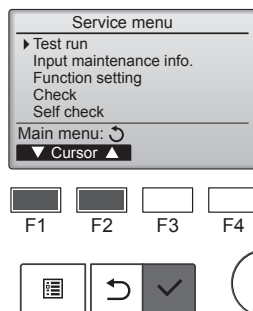

Fig. 7-1
- (1) Välj "Test run" (Testkörning) från Servicemeny och tryck på [VÄLJ]. (Fig. 7-1)